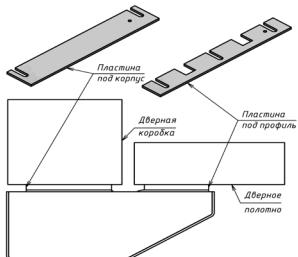

Рисунок 2 – Установка выравнивающих пластин под корпус и якорь
- пластина под профиль (рисунок 2) 1 шт.
- пластина под корпус (рисунок 2) 1 шт.
- саморез 5,5x32 (1) 5 шт.
- винт M6x16 (2) 1 шт.
- винт M3x4 (3) 4 шт.
- гайка M4 (4) 4 шт.
- шайба 4 65Г (5) 4 шт.
- шайба 4 (6) 4 шт.
- шайба 6 (7) 3 шт.
5.4 Закрепить корпус замка на коробке двери саморезами (1). Закрепить Z-профиль на створке двери саморезами (1). Закрепить на Z-профиле якорь с пружиной винтом (2). Для совмещения рабочих поверхностей корпуса и якоря могут быть использованы выравнивающие пластины (рисунок 2). После регулировки правильного положения замка затянуть крепежные саморезы.